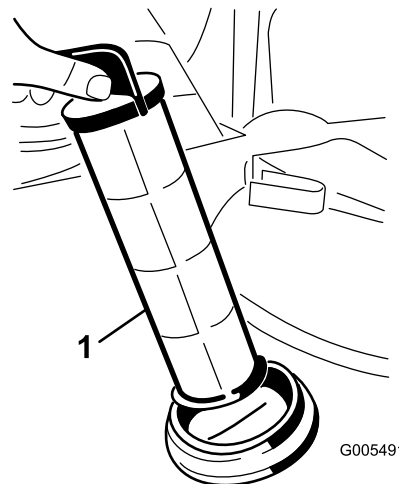

図 25
4. ストレーナハウジングタンク内部からストレーナを取り出す 図 25。